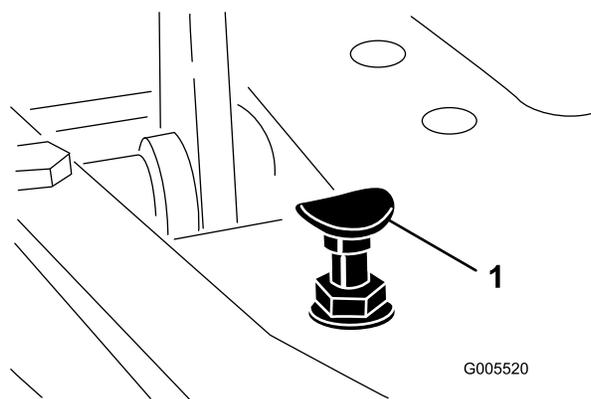

図 44
モードレバーを移動走行位置にセットし、ペダルを一杯に踏み込めば最高速度となります。ケーブルに張力が掛かる前にペダルがストップ図 44に当たる場合には調整が必要です。
1. モードレバーを移動走行位置にセットし、ペダルストップを固定しているロックナットをゆるめる図 44。